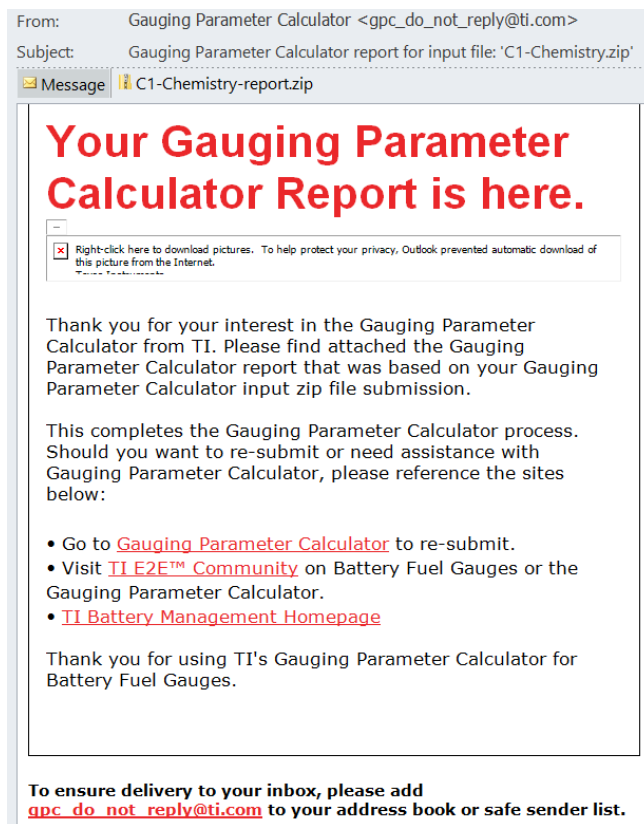

图2.19 GPC CHEM ID 匹配报告邮件示例
(5) 把 config.txt 和 roomtemp_rel_dis_rel.csv 两个文件压缩为 zip 格式，登录 <http://www.ti.com/tool/GPCCHEM> 网站，点击 Upload zip file 按钮上传数据。上传需要先登录 myTI 账号(<http://www.ti.com.cn/myti>)。过几分钟服务器会自动把 ID 匹配结果发到你登录 myTI 的邮箱，如图 2.19 所示。为了避免邮件被分派到垃圾信箱，请把发件人 gpc_do_not_reply@ti.com 加入你通讯录或授信发件人。如果数据格式不满足要求或有错误，系统也会在该邮件里指出。